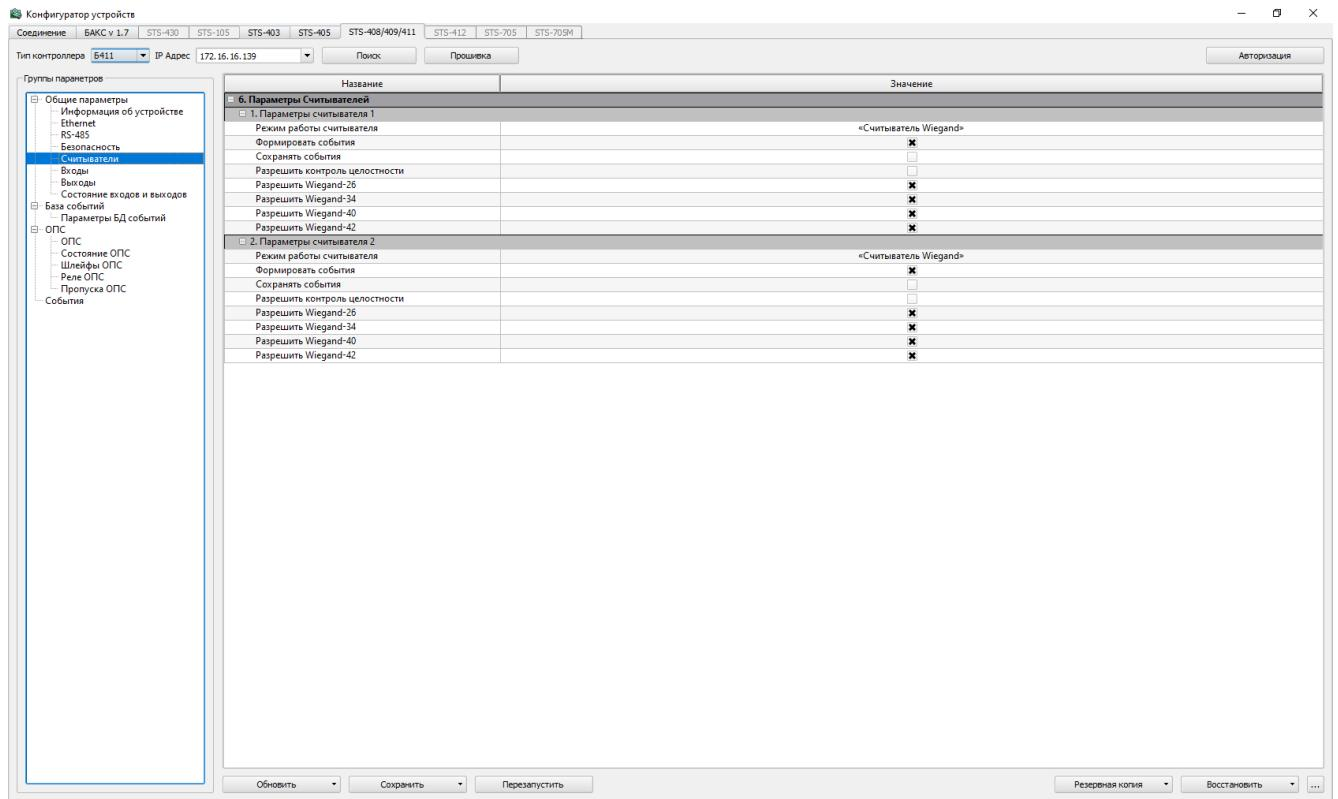

Рисунок 20 – Считыватели
- Считыватели – здесь настраиваются параметры считывателей (рисунок 20).